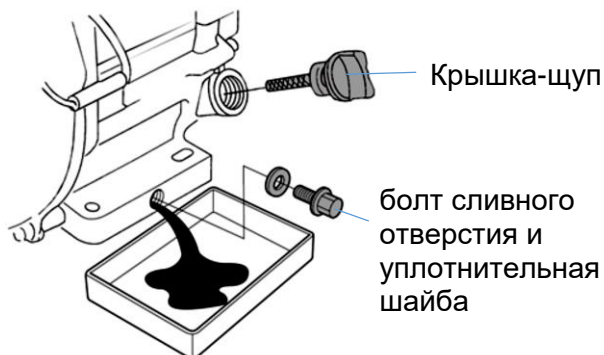

Рис. 19
1. Подготовьте емкость для слива отработанного масла и разместите ее под сливным болтом на картере двигателя. Отверните сливной винт для слива масла (см. рис. 19). Чтобы масло